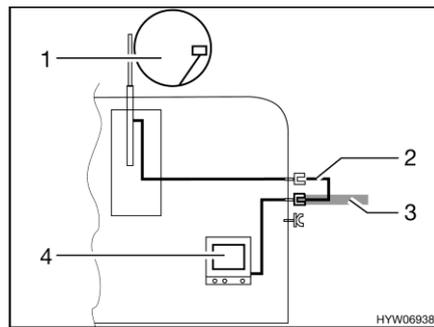

Fig. 147 TV en el vehículo
- TV en el vehículo (Fig. 147,4): Conexión a la antena del techo (Fig. 147,1) con el cable de conexión (Fig. 147,2)
- TV en el vehículo (Fig. 147,4): Conexión a antena externa (Fig. 147,3)